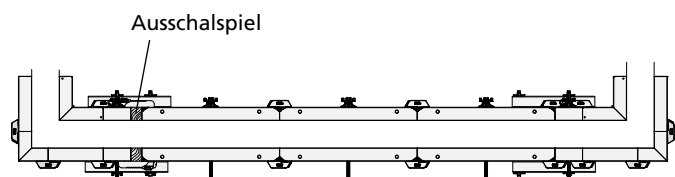

Abb. 5.3
■ Bei Wandscheiben unter 6 m sollte im Bereich der Innenschalung ein Ausschalspiel eingebaut werden (Abb. 5.3), weil sich die Schalung beim Ausschalen sonst verkeilt und ihre Haftung am Beton zu groß ist.